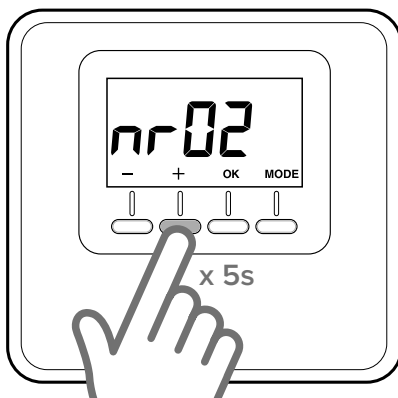

Fig. 15
- Apăsați timp de 5 secunde tasta “+” de pe senzorul de mediu. Ecranul arată parametrul “nr02” (Fig. 15).